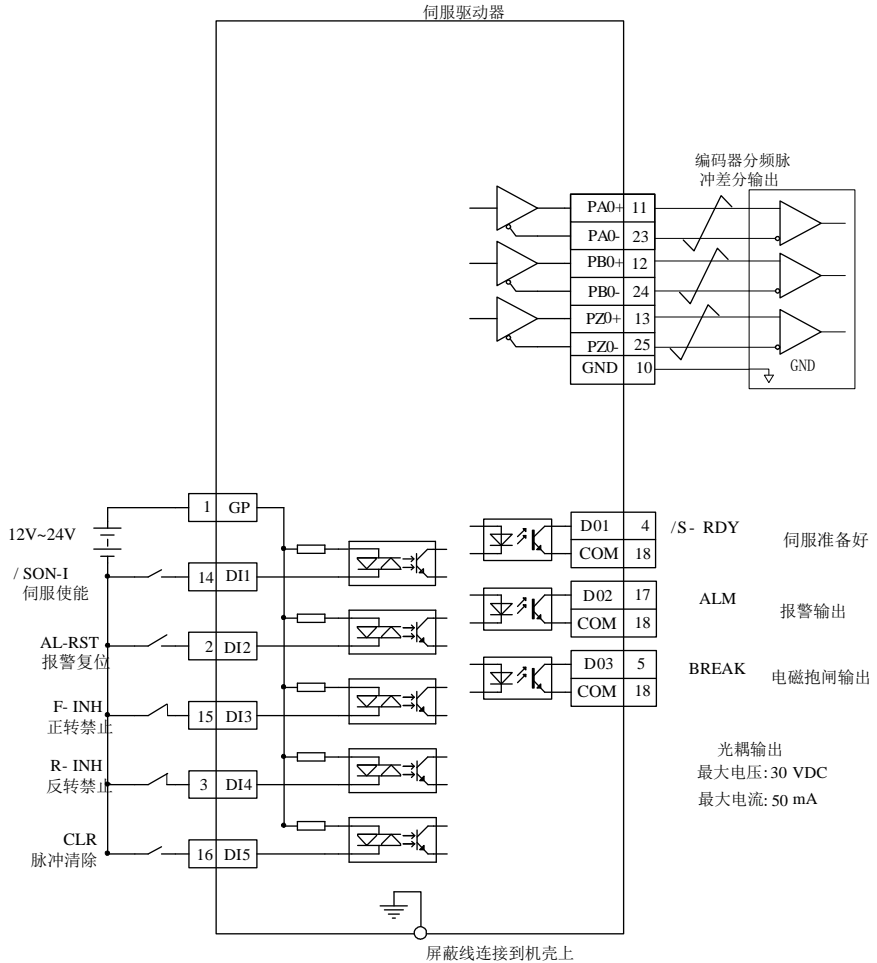

图 6.2.2 内部寄存器速度模式典型接线图
- ★ 参考图 6.2.2 或图 6.2.3 的配线说明，进行 DI/D0 信号的连线；